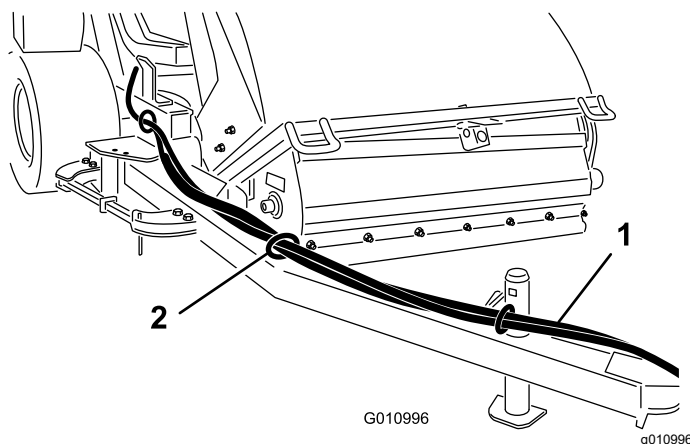

Figura 11
1. Oriente os tubos hidráulicos e a cablagem através das guias dos orifícios até à parte da frente do garfo de engate (Figura 11).